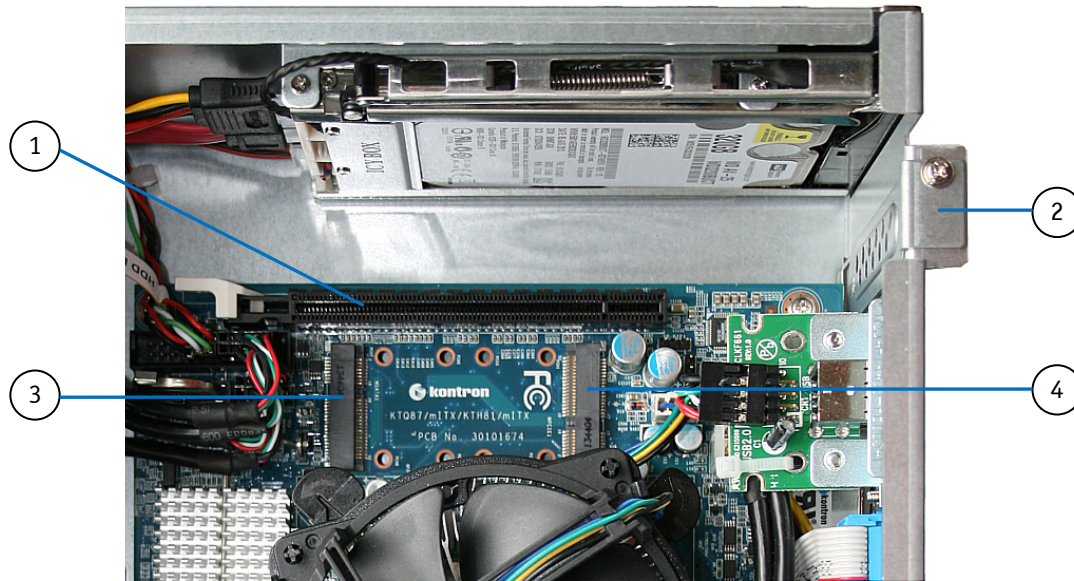

Abb. 17: Erweiterungs-Steckplätze der KBox B-101
2. Nach Entfernen des Deckels sind der PCIe-Slot, der Mini PCI Express-Steckplatz sowie der mSATA-Steckplatz frei zugänglich (siehe Abb. 17). Entsprechende Erweiterungskarten können nun installiert bzw. entfernt werden.